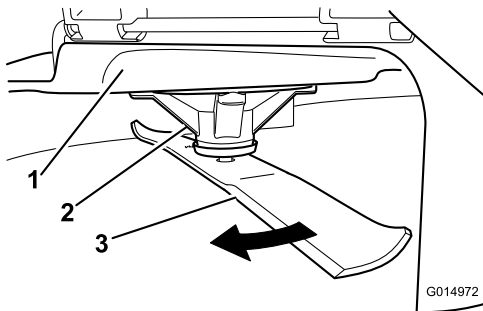

Figure 55
2. Enfilez des gants épais ou utilisez une autre protection adéquate pour les mains, et faites tourner la lame lentement jusqu'à une position permettant de mesurer la distance entre le tranchant et la surface plane sur laquelle se trouve la machine (Figure 55).